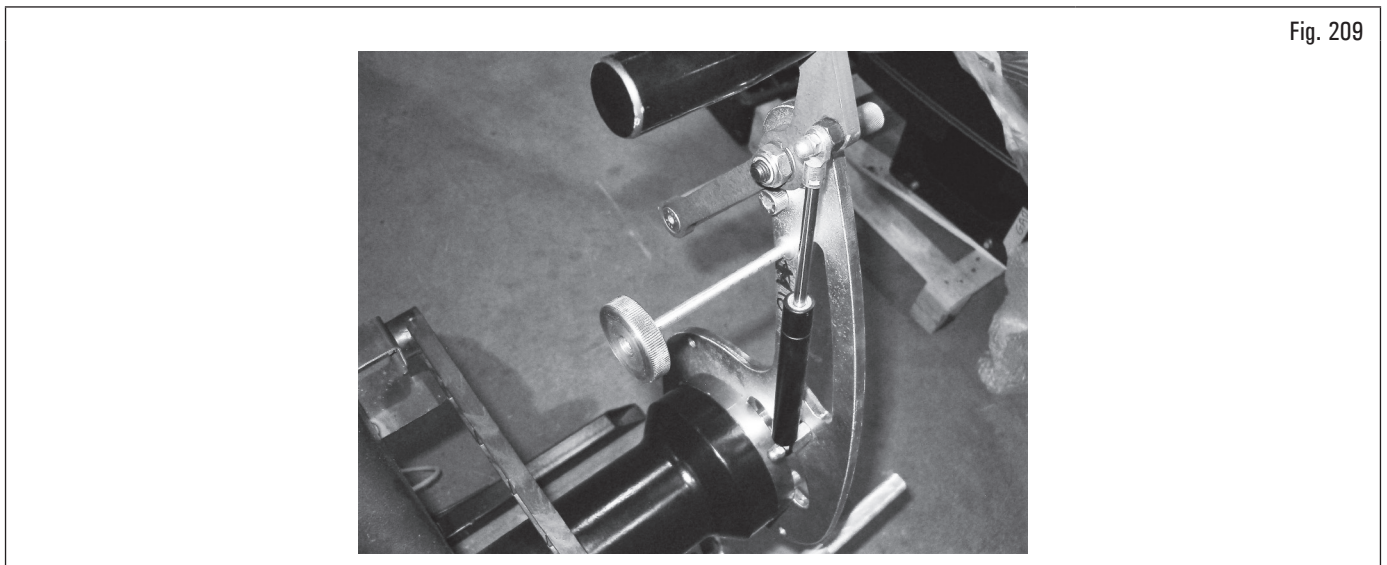

Fig. 209
Antes de proceder con las regulaciones, verificar que ambos los brazos de la brida (Fig. 209 ref. 2) sean cerrados.